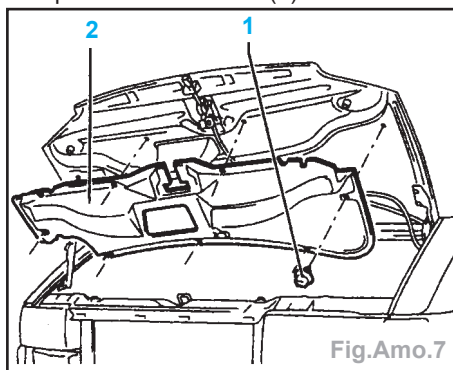

Fig.Amo.7
- Tourner les clips (1) de 60° et les extraire (Fig.Amo.7).
- Déposer l'insonorisant (2).